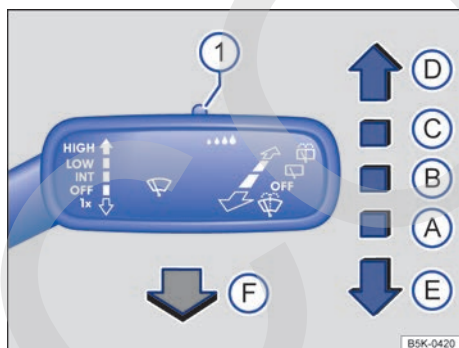

Fig. 93 En el lado derecho de la columna de dirección: manejo del limpiaparabrisas.
- Presione la palanca del limpiacristales brevemente hacia abajo → fig. 93 (E).